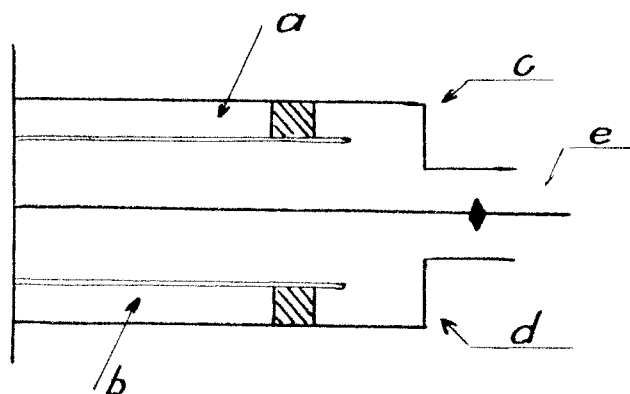

Fig 1
14. Justera vid behov antennväxlaren. Vanligtvis behöver man endast bocka antingen a eller b utåt mot c resp d. Se fig 1.